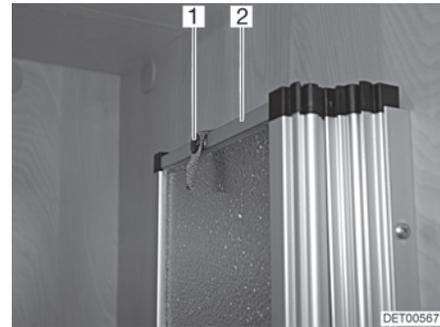

Fig. 122 Dispositivo de fijación, panel de separación de la ducha
- Soltar la cinta de sujeción (Fig. 122,1) del panel de separación de la ducha (Fig. 122,2) y desplegar el panel de separación de la ducha.
- Plegar el panel de separación de la ducha (Fig. 122,2) y fijar la cinta de sujeción (Fig. 122,1).